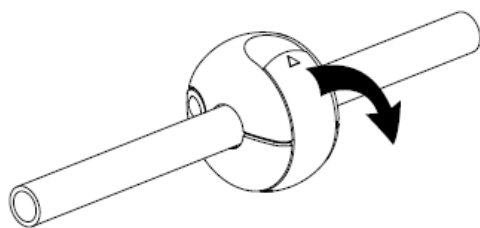

Fig. 4a
- Tirez sur le levier pour déverrouiller la butée de tuyau (1) (voir Fig. 4a).